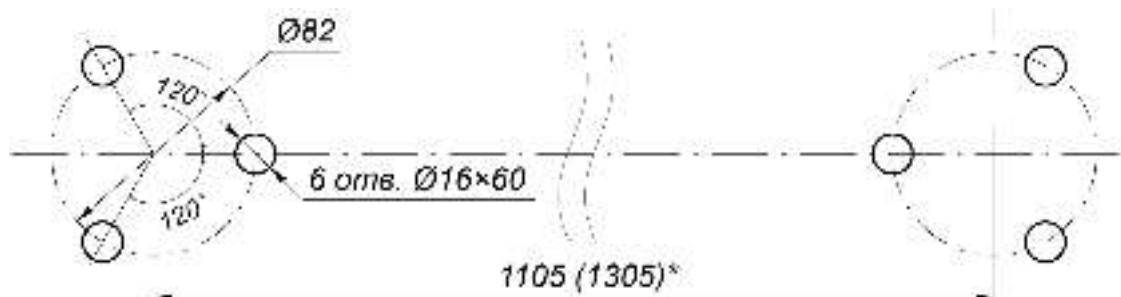

Рисунок 14. Расположение отверстий под анкерные болты во фланцах стоек поворотной секции ограждения с механическим УБ
2. Разметьте и просверлите отверстия на установочной поверхности под анкеры PFG IH 10 «SORMAT» в соответствии со схемой разметки (см. рис. 14). Сначала размечаются центры установки стоек секции ограждения, затем от них размечаются точки крепления стоек, допускается использование в качестве шаблона непосредственно самих фланцев стоек.